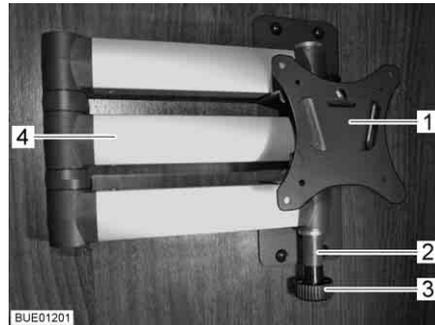

Fig. 74 Supporto con braccio snodato
- Tirare il bottone di sbloccaggio (Fig. 74,3). Il braccio snodato (Fig. 74,4) è sbloccato.
- Ruotare lo schermo piatto all'indietro nella sua posizione iniziale, finché il supporto (Fig. 74,1) non si innesta nel bloccaggio (Fig. 74,2).